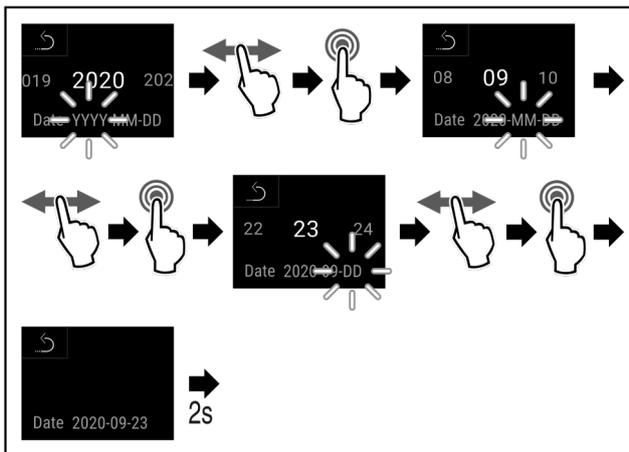

Fig. 55
- u Handlungsschritte (siehe Fig. 55) durchführen.